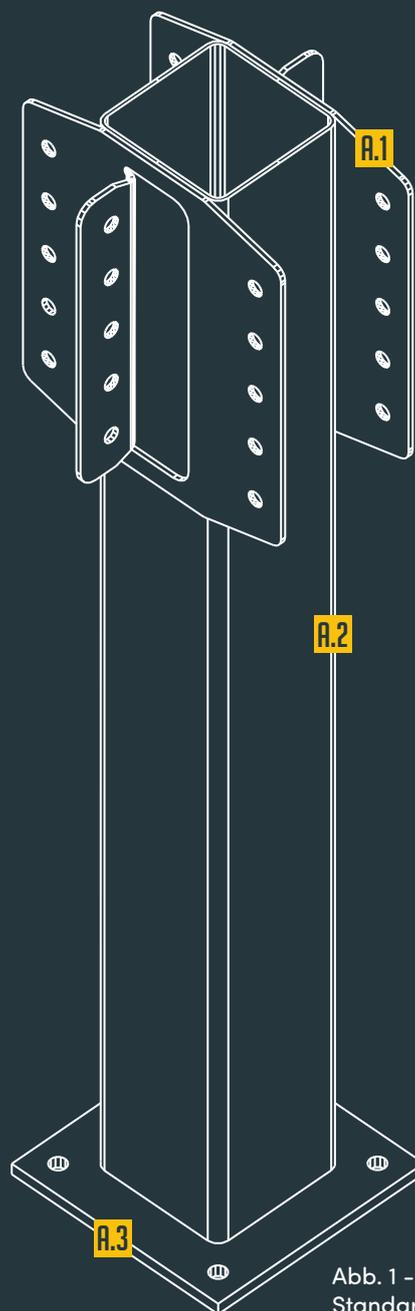

Abb. 1 -
- Querschnitt je nach auf den Boden zu übertragenden Lasten 200 x 200 x 10 mm oder 300 x 300 x 15 mm (Abb. 1),